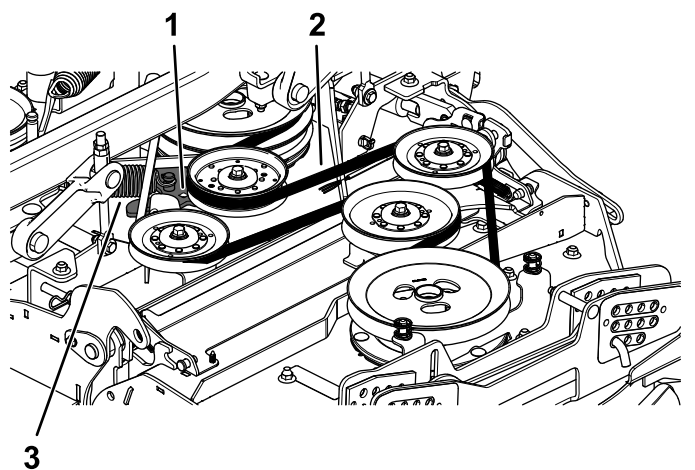

Figure 60
7. Insérez un rochet dans le trou carré du bras de la poulie de tension et faites tourner le bras vers l'arrière pour détendre le ressort de la poulie de tension (Figure 60).
8. Enlevez la courroie des poulies du tablier de coupe (Figure 60).